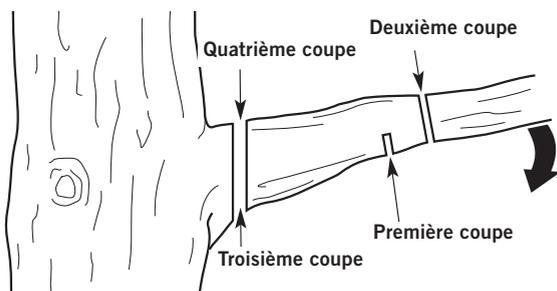

Fig. 21
1. Faites la première coupe à environ 15 cm (6 po) du tronc. Coupez vers le haut, à partir du dessous de la branche. Utilisez le haut de la barre de guidage pour effectuer cette coupe. Faites la coupe à environ le 1/3 du diamètre de la branche (Fig. 21).
2. Faites la deuxième coupe 5 à 10 cm (2 à 4 po) plus loin sur la branche. Coupez vers le bas, à partir du haut de la branche. Utilisez le bas de la barre de guidage pour faire cette coupe. Coupez la branche complètement (Fig. 21).
3. Faites la troisième coupe aussi près que possible du tronc. Coupez vers le haut, à partir de dessous de la branche. Utilisez le haut de la barre de guidage pour effectuer cette coupe. Faites la coupe à environ le 1/3 du diamètre de la branche (Fig. 21).
4. Faites la quatrième coupe directement au-dessus de la troisième coupe. Coupez vers le bas, à partir du haut de la branche. Utilisez le bas de la barre de guidage pour faire cette coupe. Coupez la branche pour joindre la troisième coupe (Fig. 21). Cette opération retirera la branche.